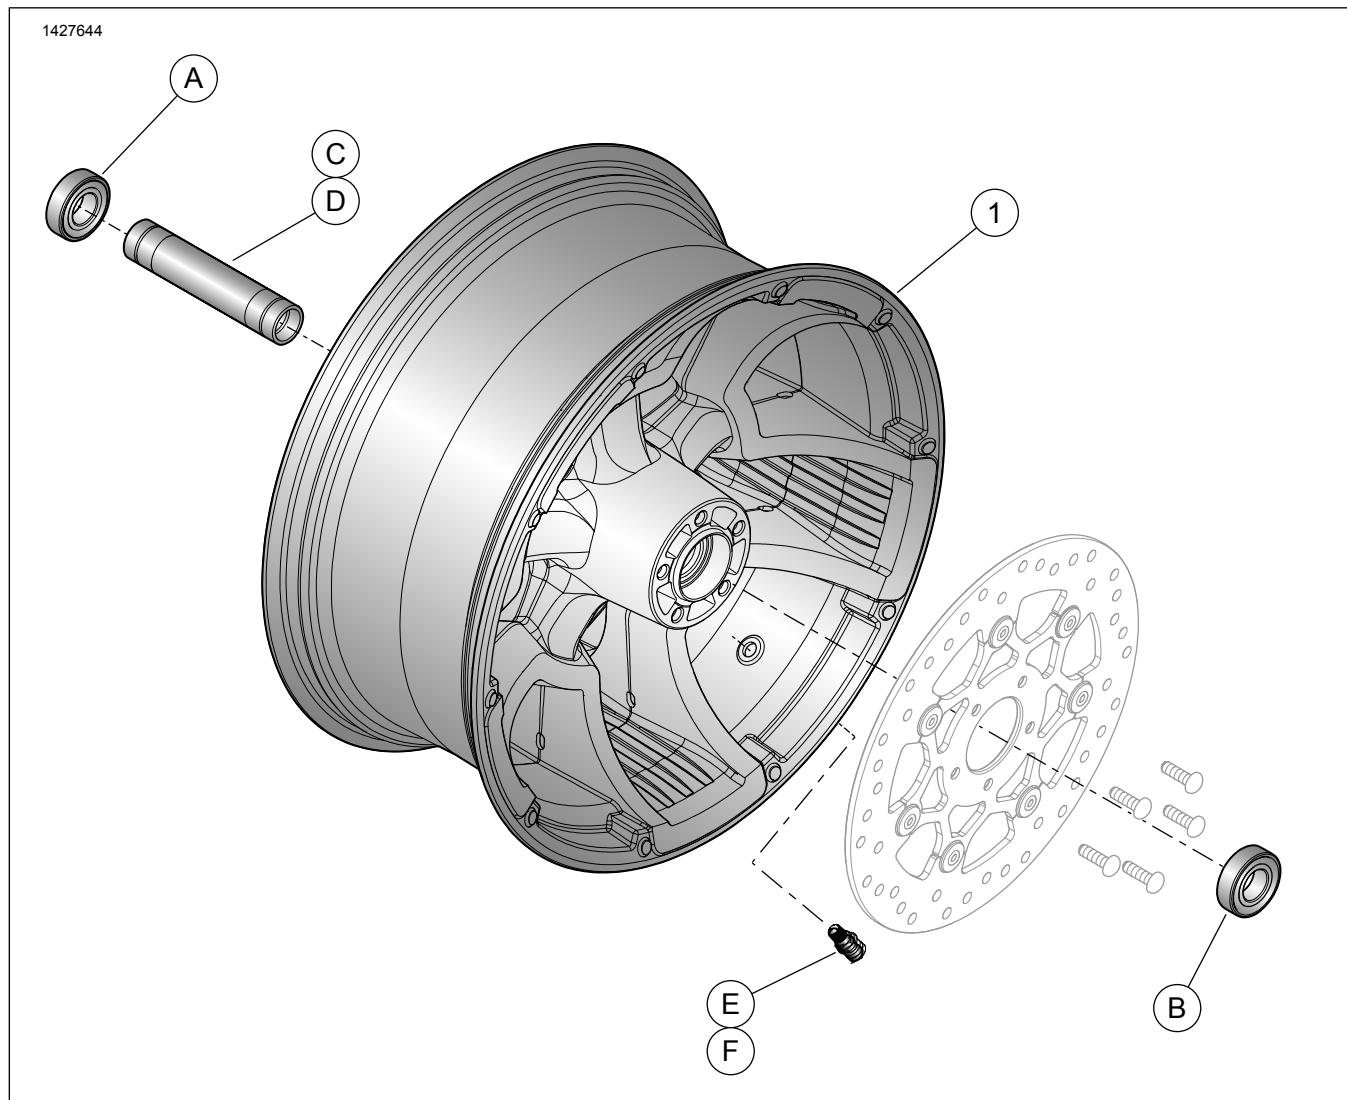

Figura 1. Parts tas-Service: Ir-roti ta' wara (16-il pulzier murija)
Ara Figura 1 u Tabella 3.
- Figura 1 Installa l-assemblaġġ tal-istem tal-valv fuq ir-roti. Ara TAJERS fil-manwal tas-servizz.